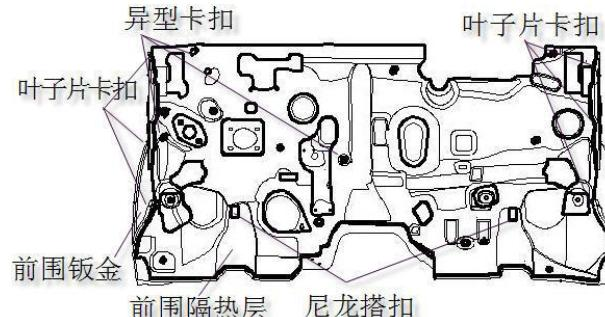

图 1.14.2 前围隔热层安装位置示意图
- b. 用一字螺丝刀撬开异型卡扣 BYDQ834B06，辅助松开两侧的六个叶子片卡扣 BYDQ832A0720（图 1.14.2 所示）并取下，把前围隔热层往后从钣金上退出来即可。